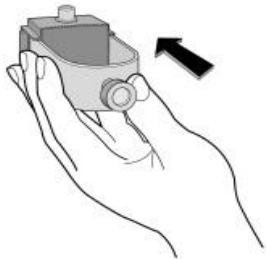
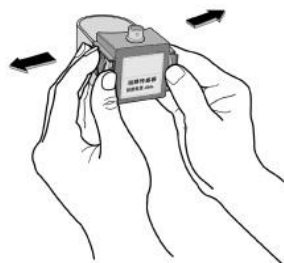

图1
图2
2、短路传感器的安装;短路传感器必须安装在电缆的单相分支上,安装时可直接安装在被测电缆上,并进行紧固,防止滑动而造成脱落。安装(参见图 1),拆卸(参见图 2)。